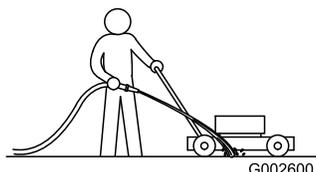

Figura 20
- Mentre il motore è acceso e la lama è innestata, spruzzate un getto d'acqua davanti alla ruota destra posteriore (Figura 20).